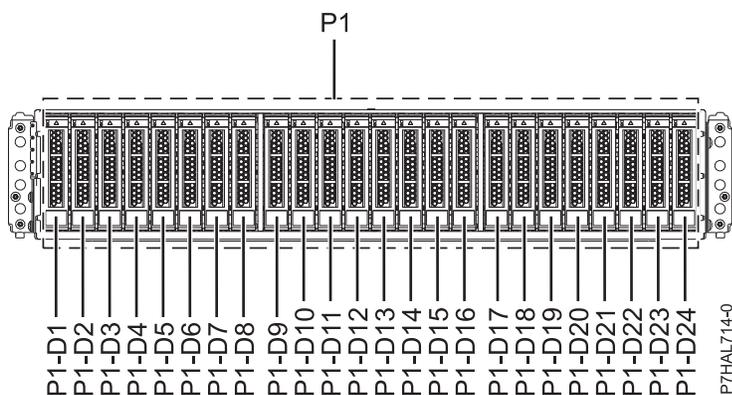
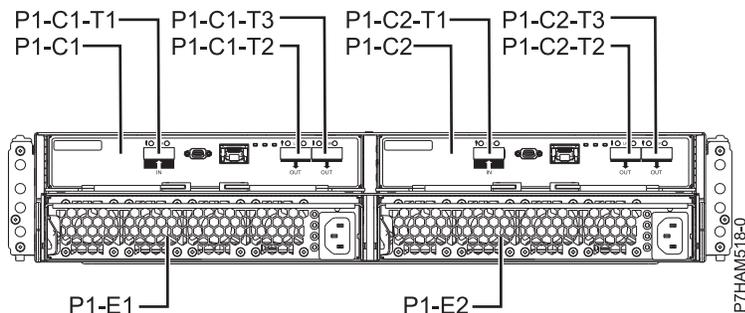

Figura 45. Vista frontal del Alojamiento de unidad de disco 5887 que muestra las ubicaciones de las unidades de disco.
Figura 46. Vista posterior del Alojamiento de unidad de disco 5887
1. Identifique la pieza y el alojamiento a los que desea aplicar el servicio. Las ranuras de unidad de disco y SSD están ubicados en la parte frontal del alojamiento. La Figura 45 y la Figura 46 muestran la vista frontal y la vista posterior de Alojamiento de unidad de disco 5887 y las ubicaciones de las unidades de disco en Alojamiento de unidad de disco 5887.